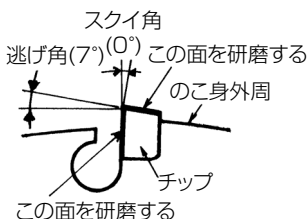

図 19
- チップの外周部（太線部）、スクイ面（太線部）を0.2 mm 程度研磨してください。（図 19）